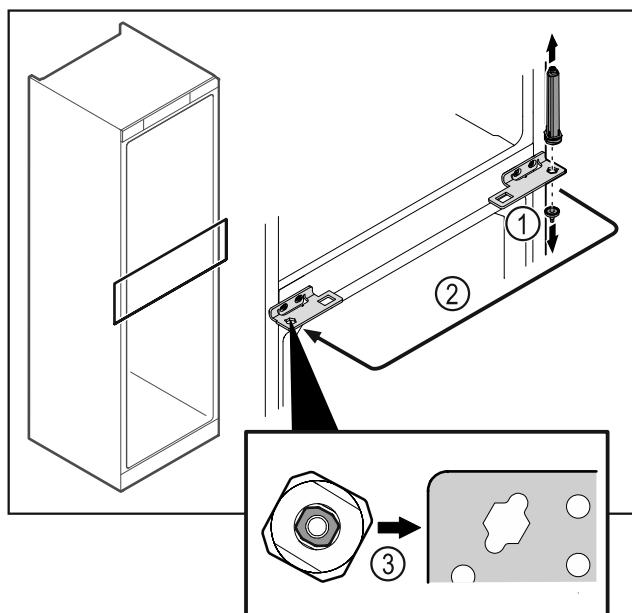

Fig. 44
- Deșurubați bolțul balamalei Fig. 44 (1).
- Mutăti sistemul de închidere al ușii Fig. 44 (2).
- La utilizare aveți în vedere alinierea corectă a sistemului de închidere a ușii Fig. 44 (3).